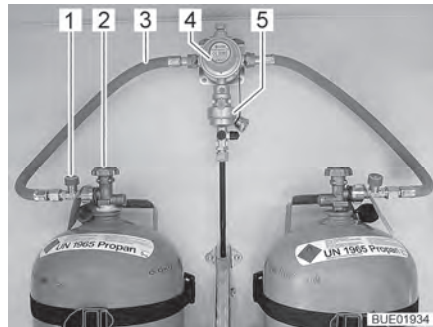
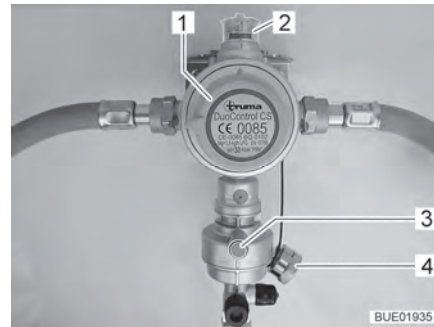
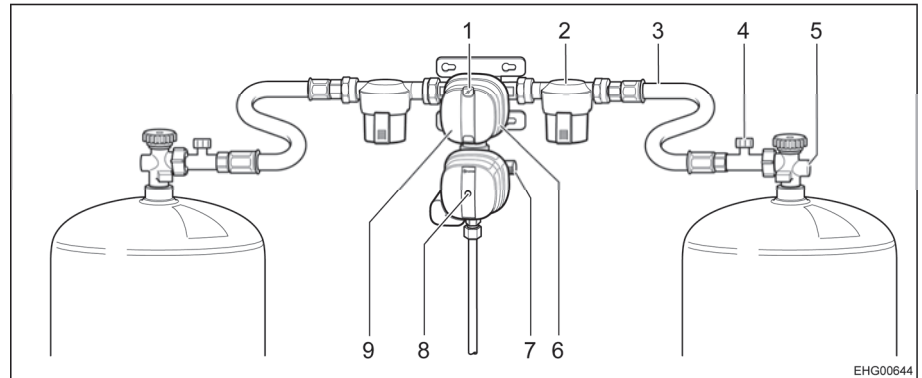

Bild 69 Gasflaschen mit DuoControl
Bild 70 DuoControl-Regelanlage
Bild 71 Gasdruck-Regelanlage DuoControl CS
Die DuoControl-Regelanlage besteht aus einem Umschaltventil (Bild 69,4) und dem Crashsensor (Bild 69,5). Die DuoControl-Regelanlage ist zwischen den Gasschläuchen (Bild 69,3) mit Schlauchbruchsicherung (Bild 69,1) montiert. Mit dem Drehknopf (Bild 70,1) am Umschaltventil kann bestimmt werden, welche der Gasflaschen als Betriebsflasche und welche als Reserveflasche verwendet wird.
Am Sichtfenster (Bild 70,2) wird der Status der Gasversorgung angezeigt:
Der Betrieb mit nur einer Gasflasche ist zulässig, allerdings muss der offene Anschluss in diesem Fall mit dem Blinddeckel (Bild 70,4) verschlossen werden.
Der Crashsensor sperrt die Gaszufuhr bei erheblicher Erschütterung (z. B. Unfall) ab. Der Crashsensor wird durch Drücken des grünen Resetknopfs (Bild 70,3) in Betrieb genommen.
Die Schlauchbruchsicherung (SBS) (Bild 69,1) sperrt den Gasfluss, wenn der angeschlossene Schlauch bricht. Die Schlauchbruchsicherung muss durch Drücken der grünen Taste aktiviert werden.
Die DuoControl-Regelanlage besteht aus einem Umschaltventil mit Crashsensor (Bild 71,9). Die DuoControl-Regelanlage ist zwischen den Hochdruckschläuchen (Bild 71,3) mit Schlauchbruchsicherung (Bild 71,4) montiert. Mit dem Drehknopf (Bild 71,6) am Umschaltventil kann bestimmt werden, welche der Gasflaschen als Betriebsflasche und welche als Reserveflasche verwendet wird.
An der Statusanzeige (Bild 71,1) wird der Status der Gasversorgung angezeigt:
Der Betrieb mit nur einer Gasflasche ist zulässig, allerdings muss der offene Anschluss in diesem Fall mit der Schraubkappe (Bild 71,7) verschlossen werden.
Der Crashsensor sperrt die Gaszufuhr bei erheblicher Erschütterung (z. B. Unfall) ab. Der Crashsensor wird durch Drücken des gelben Resetknopfs (Bild 71,8) in Betrieb genommen.
Die Schlauchbruchsicherung (SBS) (Bild 71,4) sperrt den Gasfluss, wenn der angeschlossene Schlauch bricht.
An der Bedieneinheit (Bild 72) wird die Gaszufuhr über die DuoControl-Regelanlage ein- und ausgeschaltet. Die Haupt-Absperrventile (Bild 71,5) der Gasflaschen und die Gasabsperrentile der Geräte müssen von Hand geöffnet werden.
- Mit dem Drehknopf (Bild 71,6) am Umschaltventil die Gasflasche wählen, der vorrangig das Gas entnommen werden soll (Betriebsflasche). Den Drehknopf immer bis zum Anschlag drehen.
- Haupt-Absperrventile (Bild 71,5) an den Gasflaschen öffnen.
- Schlauchbruchsicherung (SBS) aktivieren. Dazu grüne Taste (Bild 69,1) drücken bzw. SBS (Bild 71,4) ca. 5 Sekunden lang drücken. Am Sichtfenster bzw. an der Statusanzeige (Bild 71,1) wird die grüne Markierung angezeigt.
- Haupt-Absperrventile (Bild 69,2 bzw. Bild 71,5) an den Gasflaschen schließen.
Wenn die grüne Kontroll-Leuchte (Bild 72,6) während des Betriebs erlischt und die rote Kontroll-Leuchte (Bild 72,5) aufleuchtet, ist die Betriebsflasche leer und muss gewechselt werden. Am Sichtfenster (Bild 70,2) bzw. an der Statusanzeige (Bild 71,1) wird die rote Markierung angezeigt. Die Reserveflasche versorgt die Gasverbraucher weiterhin mit Gas.
- Drehknopf (Bild 71,6) eine halbe Drehung in Richtung der aktuell verwendeten Gasflasche drehen. Damit ist diese Gasflasche jetzt die Betriebsflasche, die leere Gasflasche wird zur Reserveflasche. Die Markierung im Sichtfenster (Bild 70,2) bzw. an der Statusanzeige (Bild 71,1) wechselt von Rot auf Grün.
- Haupt-Absperrventil (Bild 69,2 bzw. Bild 71,5) an der leeren Gasflasche schließen. Pfeilrichtung beachten.
- Schlauchbruchsicherung (SBS) aktivieren. Dazu grüne Taste (Bild 69,1) drücken bzw. SBS (Bild 71,4) ca. 5 Sekunden lang drücken.